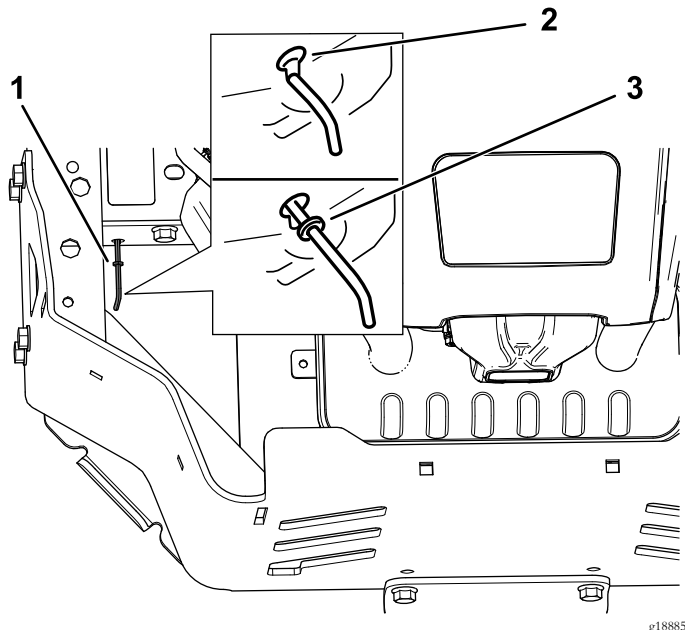

Figure 38
4. Déplacez les leviers de dérivation en avant à travers le trou de clavette et vers le bas pour les verrouiller en position (Figure 38).
Déplacez les leviers de dérivation en arrière à travers le trou de clavette et vers le bas pour les verrouiller en position, comme montré à la Figure 38.